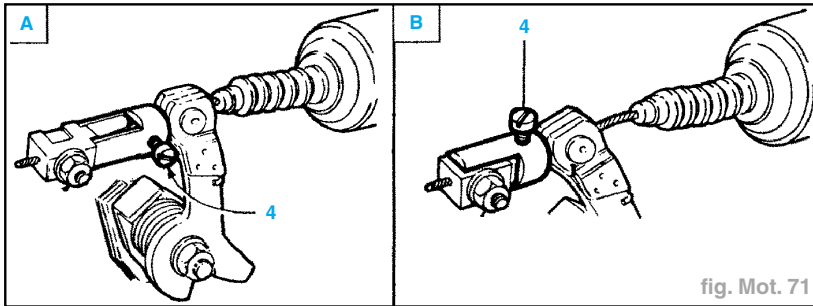

fig. Mot. 71
- Avant de passer au contrôle et au réglage de l'avance à l'injection, on devra, afin de ne pas modifier la course du levier de commande, neutraliser le dispositif d'avance à l'injection à froid (KSB) en desserrant la vis (4) et en faisant tourner de 90° la bague d'arrêt du câble souple.
- Une fois l'opération terminée, rebrancher le dispositif d'avance à l'injection à froid (KSB) en procédant dans le sens inverse de la neutralisation (fig. Mot. 71).